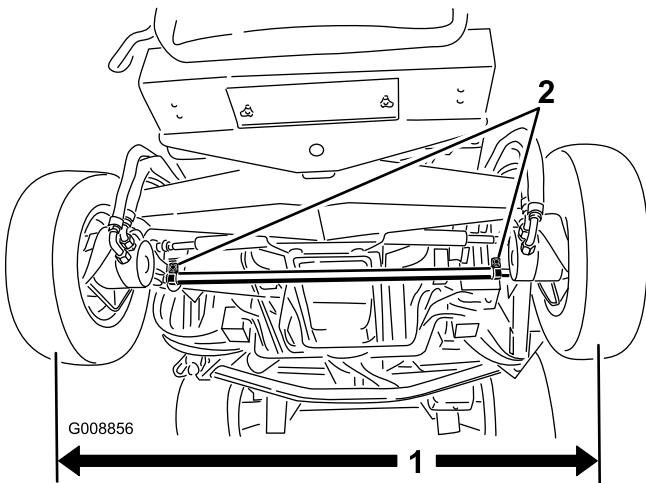

Figura 76
1. Mida la distancia entre centros (a la altura del eje) en la parte delantera y trasera de los neumáticos de dirección (Figura 76). La distancia delantera debe ser de 0–3 mm menos que la trasera.
- Para ajustar, afloje las abrazaderas en ambos extremos de las bielas (Figura 76).